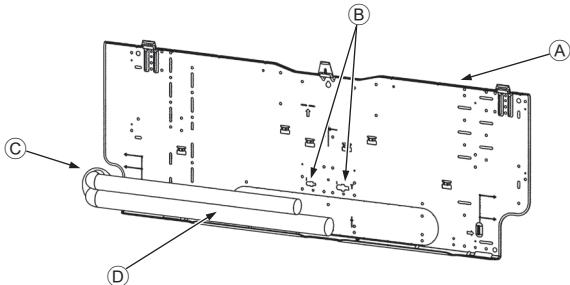

Fig. 3-5
3.3. Вбудування труб у стіну (Fig. 3-5)
- Ⓐ Монтажна плата ①